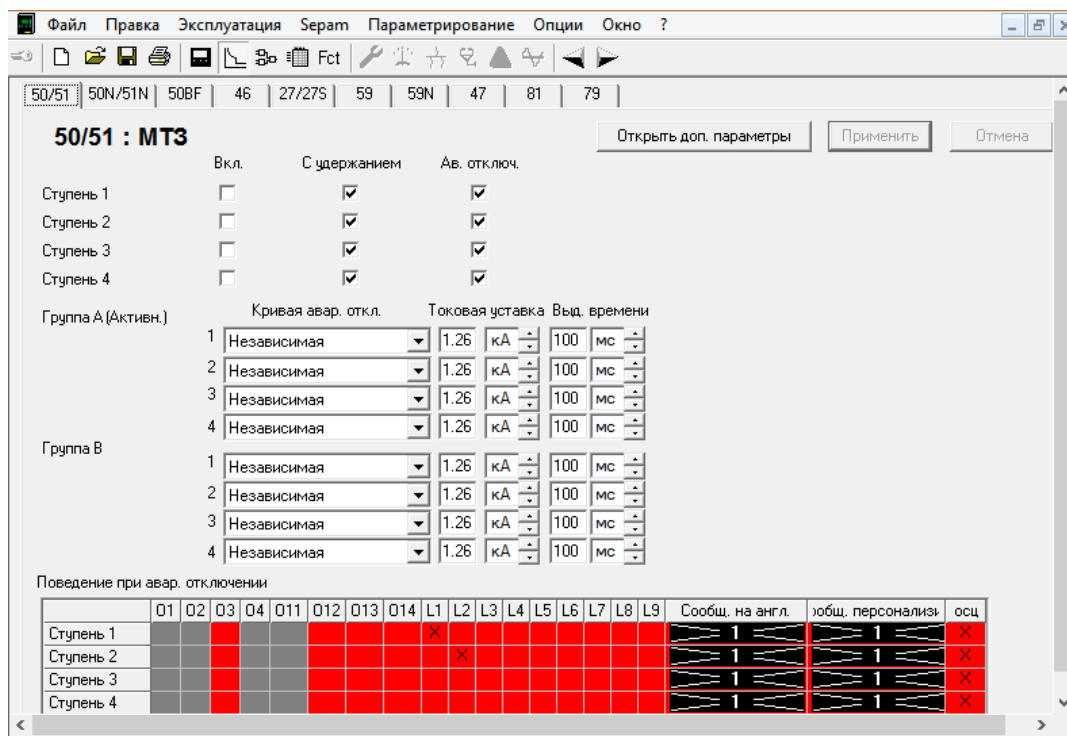

Рис. 5.8. Окно настройки MT3
- Четыре ступени токовой защиты от междуфазных КЗ с регулируемым временем возврата, с переключением активных групп уставок и логической селективностью – 50/51 (рис. 5.8).
На экране (рис. 5.8):